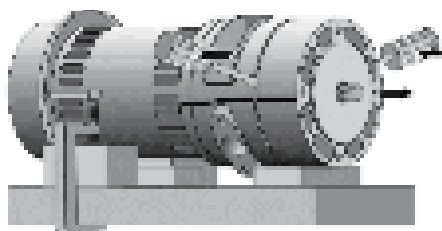

Figure 32
10. Insérez en tapotant délicatement un petit tournevis ou un burin à lame fine entre la volute intermédiaire et l'adaptateur de la pompe à deux ou trois endroits autour de la pompe pour séparer les pièces moulées (figure 32). N'abîmez pas les surfaces d'étanchéité; ne cassez pas de pièces sur l'adaptateur ou la volute, les pièces moulées s'endommagent facilement.